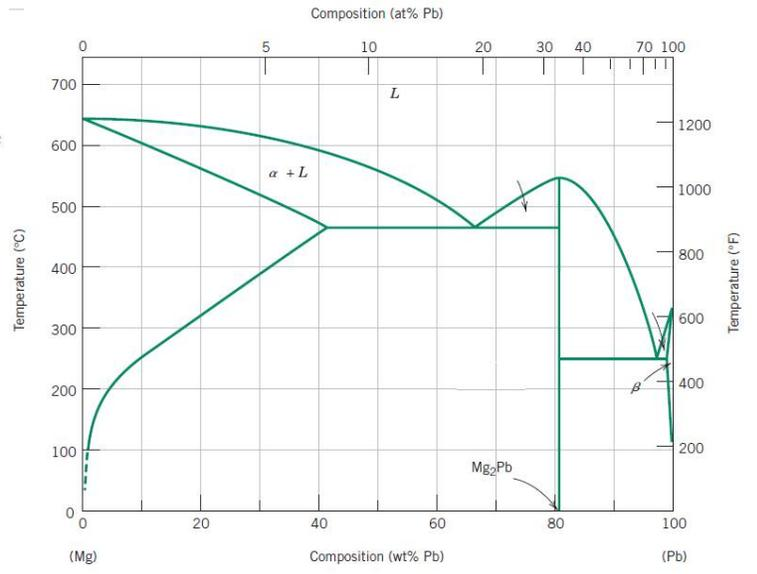

Fig. 2
**P3.-** En el diagrama de equilibrio Mg-Pb (Fig. 2):